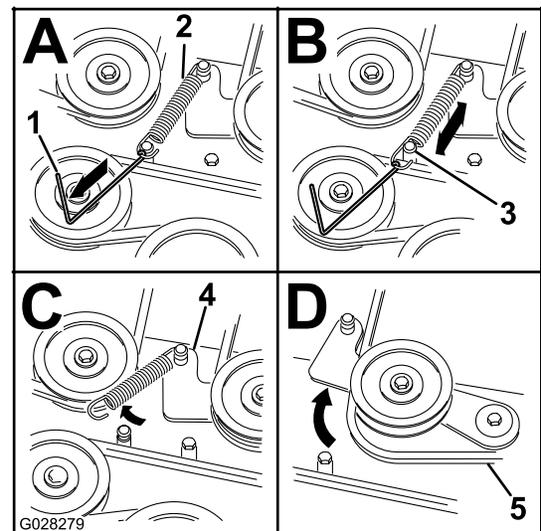

Рисунок 62
8. Зніміть натяжну пружину з приводного шківів. Див. Рисунок 62
Примітка: Використовуйте інструмент для зняття пружини (Деталь Toro № 92-5771), щоб зняти пружину з кожуха косарки (Рисунок 62).